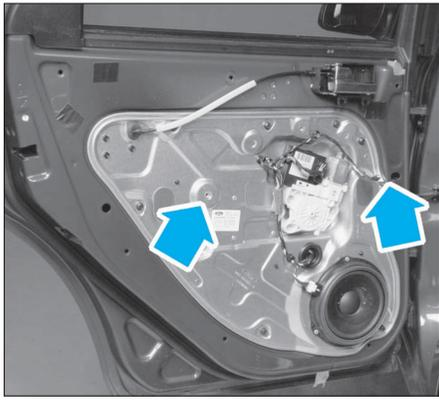

FIG. 59
- les 2 caoutchoucs de protection (Fig.59).